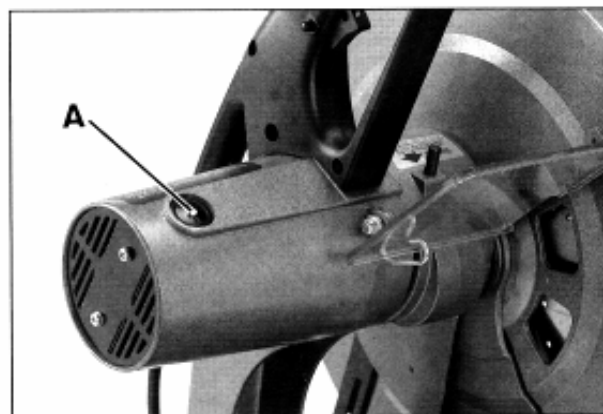
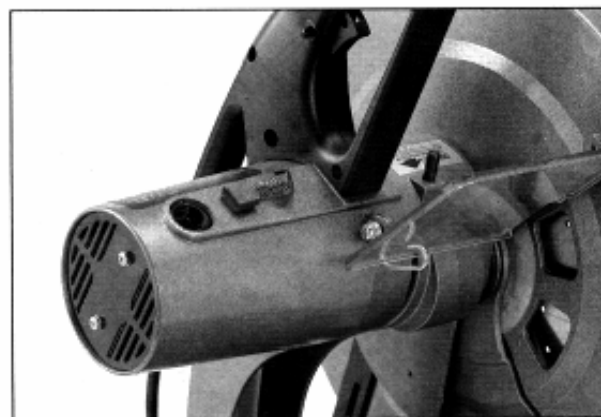

Abb.20
Abb.21
Les porte-balais (A), Fig. 20, se trouvent sur le carter de moteur et sont opposés l'un à l'autre. La Fig. 21 montre comment on enlève un des balais pour contrôle. Lorsqu'un charbon est inférieur à 7 mm sur un balai ou que le ressort ou le fil de connexion est endommagé ou grillé d'une façon quelconque, remplacer les deux balais. Si les balais semblent encore aptes à fonctionner, les remonter dans la position identique à celle dans laquelle ils se trouvaient.